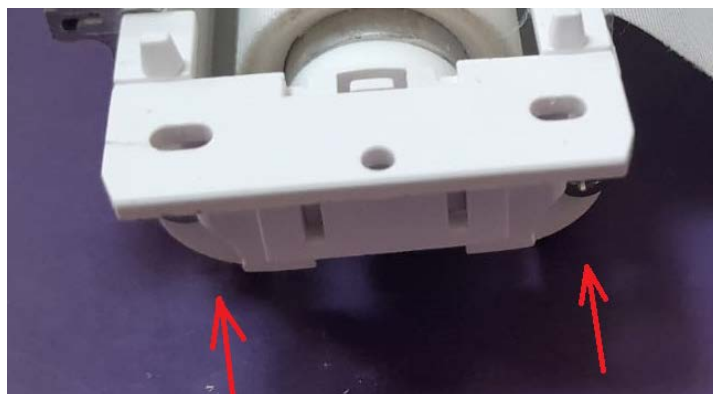

Рис. 4.22
4.11. Установить кронштейн со вставкой на короб с противоположной стороны, вставив вставку в заглушку, и закрепить его шурупами 3x12 (Рис.4.22).